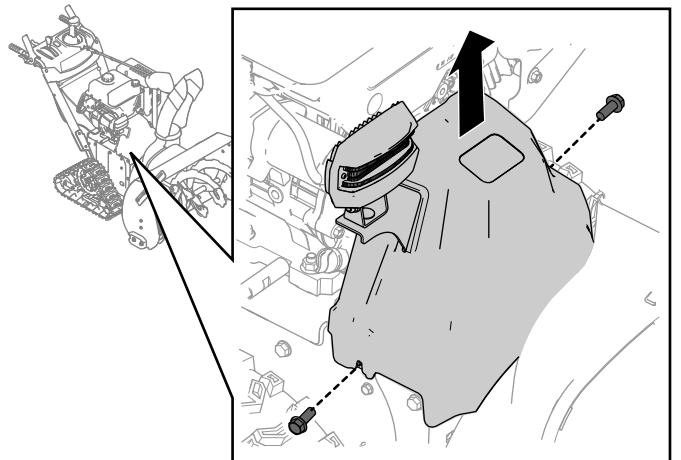

Рисунок 30
1. Отверните 2 винта крепления крышки ремня (Рисунок 30) на месте.
2. Снимите крышку ремня (Рисунок 30).